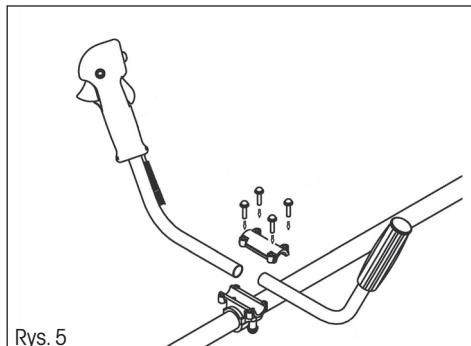

Rys. 2
- ✿ Połącz wał podkaszarki (Rys. 2). Wsuń spodnią część wału (Rys. 2, punkt 1) do połączenia (Rys. 2, punkt 2) wchodzącego w skład górnej części wału. Kołek blokujący (Rys. 2, punkt 3) musi wpasować się do otworu (Rys. 2, punkt 4). Następnie zabezpiecz obie części poprzez dokręcenie śruby (Rys. 2, punkt 5). Aby zapewnić łatwiejszy transport podkaszarki, wał można ponownie rozłożyć.